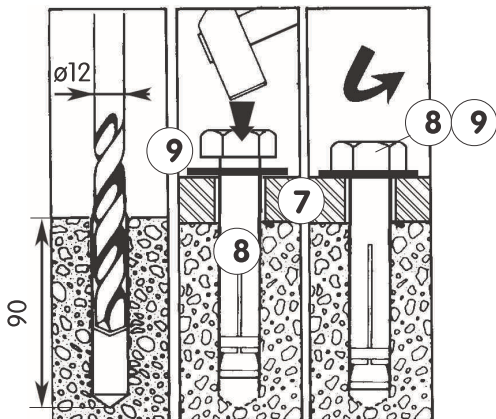

Figure 2
- 1/ Perçer 2 trous $\varnothing 12$ mm de profondeur 90 mm, espacés de 110 mm, sur le tracé de chaque support de potence (7) (Fig. 2).
- 3/ Présenter chaque support de potence (7) sur le tracé.
- 4/ Mettre en place 2 rondelles (9). Enfoncer les chevilles à expansion (8) fournies à l'aide d'un marteau, au travers des 2 rondelles (9) et de la platine de chaque support de potence (7).
- 5/ Visser modérément les chevilles (8) pour permettre l'alignement correct des barres (1).